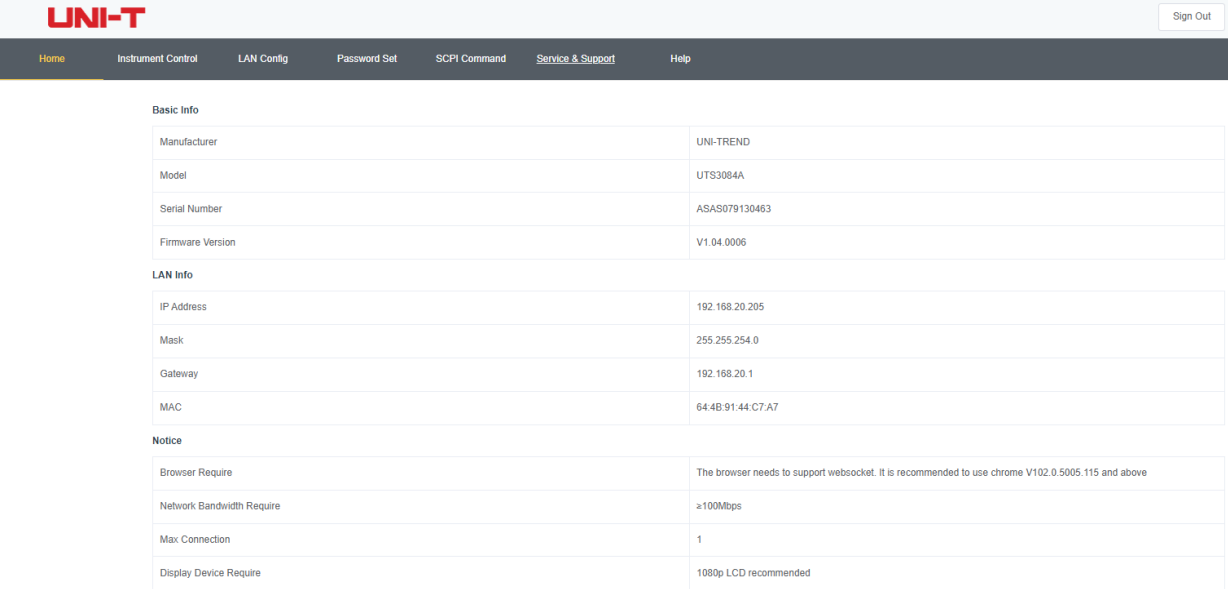

Abbildung 4-4 Web-Basisinformationen
- Mit dem PC-Browser, der über 192.168.20.117 auf den Signalanalysator zugreift, können Sie die grundlegenden Informationen überprüfen und die Gerätesteuerung, die Interneteinstellungen, die Passwordeinstellungen und die SCPI-Steuerung bedienen, wie in Abbildung 4-4 gezeigt.